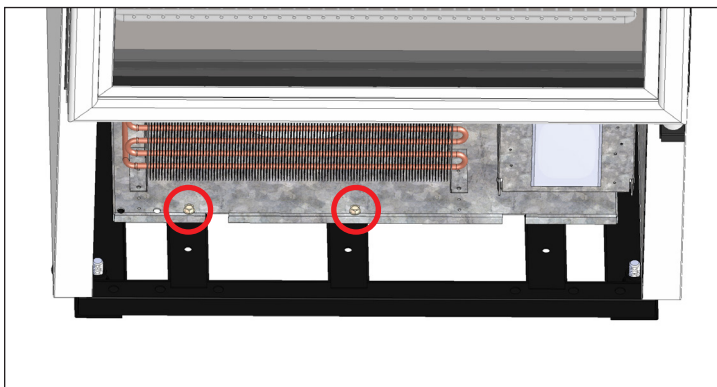

Fig. 6. Retire los pernos de la base del condensador.
5. Retire los pernos de la base del condensador. Ver fig. 6.